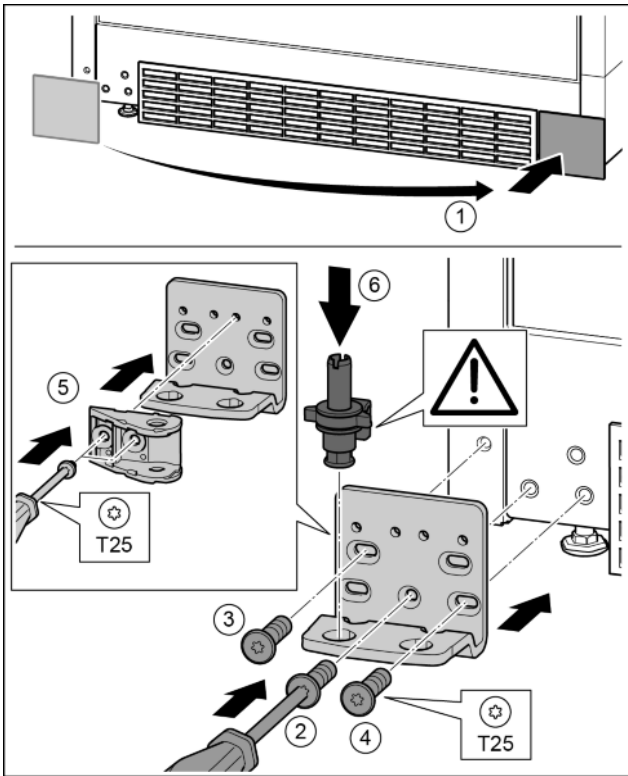

Fig. 34
- ▶ Enlever le cache et le mettre de l'autre côté. Fig. 34 (1)
- ▶ Poser le support de palier de l'autre côté et le visser à l'aide d'un tournevis T25. Commencer par la vis 2 en bas au milieu. Fig. 34 (2)
- ▶ Visser les vis 3 et 4. Fig. 34 (3, 4)
- ▶ Tourner le joint amortisseur de fermeture de 180°. La visser de l'autre côté du support de palier avec un tournevis T25. Fig. 34 (5)
- ▶ Mettre en place l'axe de palier complet. Veiller à ce que l'ergot d'enclenchement soit orienté en arrière. Fig. 34 (6)